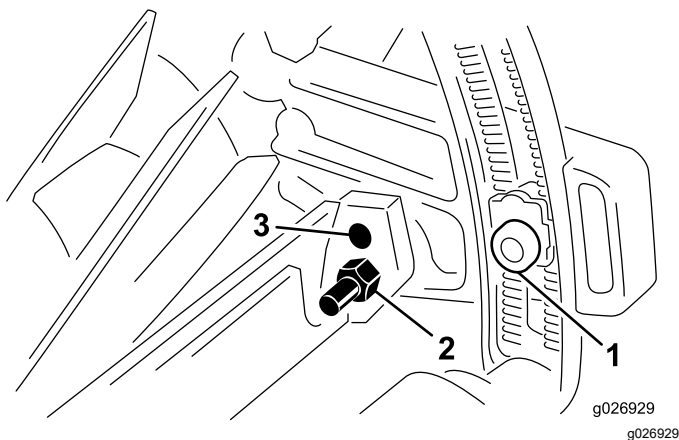

Figura 7
1. Afloje los tornillos que sujetan las tuercas de ajuste a los soportes del rodillo (Figura 7).